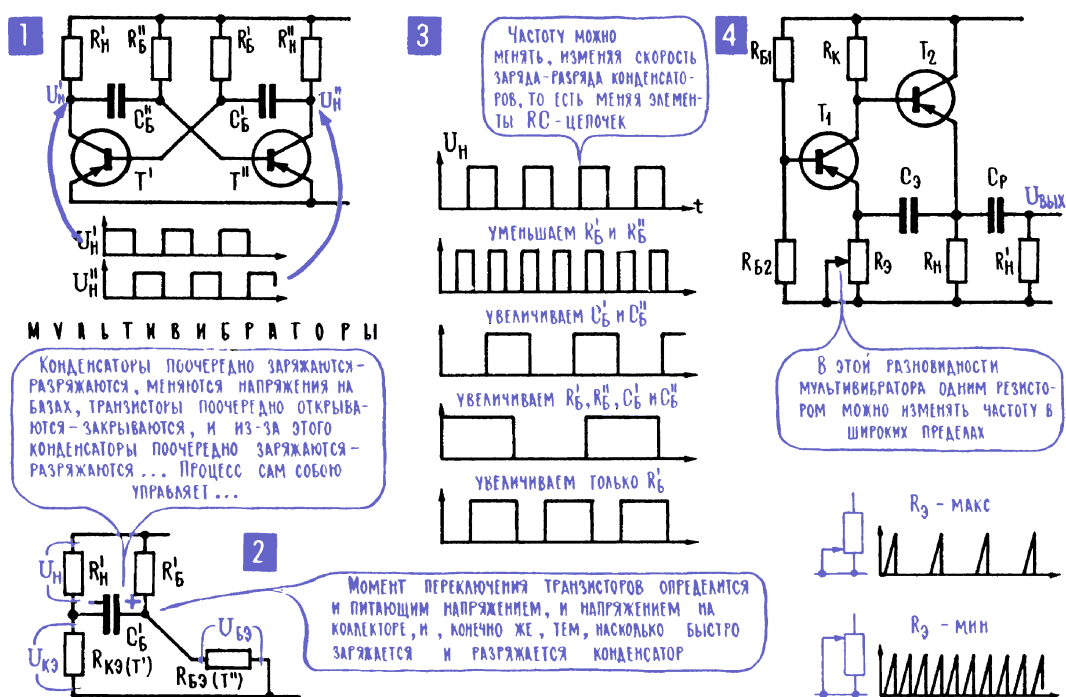

Рис. 11.4. Мультивибраторы
12. В мультивибраторе два взаимосвязанных транзистора поочередно открывают друг друга, генерируют переменное напряжение прямоугольной формы. Есть бесконтурные генераторы, работающие на совершенно ином принципе². Это прежде всего мультивибратор (рис. 11.4), в котором работают два транзистора, причем каждый из них управляет работой другого – коллектор каждого транзистора через конденсатор связан с базой своего соседа.
В бурных событиях, которые происходят в мультивибраторе, немало действующих лиц (рис. 11.4; 2). Это напряжения на базах, которые в итоге определяют коллекторные токи, а значит, и напряжения на коллекторах. Это конденсаторы C_6 и C_7 , от емкости которых зависит скорость их заряда и разряда, а значит, и время существования токов, которые влияют на режимы транзисторов. Это еще и резисторы R_6 и R_7 , которые не только определяют режимы транзисторов своими обычными методами, но еще и участвуют в заряде и разряде конденсаторов и тоже влияют на скорость этих процессов (гл. 3; 15).
13. На частоту колебаний в мультивибраторе влияют сопротивления и емкости всех его элементов. Частота переменных напряжений на выходах мультивибратора зависит от емкости конденсаторов и сопротивления резисторов, которые входят в его схему, и еще от смещения на базах, которое приходится преодолевать, чтобы запирать транзисторы. Практически изменение любого элемента схемы приводит к изменению частоты (рис. 11.4; 3) – с увеличением емкости C'_6 и C''_6 , сопротивлений $R'_н$, R'_6 и $R''_н$, R''_6 процессы заряда и разряда конденсаторов, отпирания и запираания транзисторов идут медленнее, частота мультивибратора уменьшается³. Но, конечно же, существуют определенные ограничения на выбор элементов схемы, их нельзя менять как угодно, добываясь нужной частоты. Так, например, чрезмерное уменьшение сопротивлений нагрузки $R'_н$ и $R''_н$ может настолько снизить усиление каскадов, что мультивибратор вообще перестанет работать. Срыв генерации может также произойти из-за чрезмерного уменьшения базовых резисторов R'_6 и R''_6 «минус» на базе может оказаться таким большим, что разряжающийся конденсатор не сможет его скомпенсировать, не сможет запереть транзистор.
Подбором резисторов частоту мультивибратора удастся менять в сравнительно небольших пределах, чтобы резко изменить частоту, приходится менять емкость конденсаторов. В частности, для получения очень низких частот в качестве C'_6 и C''_6 используют электролитические конденсаторы большой емкости⁴. На рис. 11.4; 4 показана одна из схем мультивибрато-
⁴ Устанавливаются положительным выводом в сторону коллектора для $n-p-n$ -транзисторов (см. рис. 11.4; 2).
Примечание редактора. Классическая схема мультивибратора на транзисторах, показанная на рис. 11.4; 1, была весьма популярна в 1960-е годы из-за своей простоты и неприхотливости. Схема отлично работает с любыми маломощными транзисторами в широких пределах емкостей конденсаторов, причем длительности полупериодов здесь настраиваются совершенно независимо друг от друга. Главное условие стабильной работы – соотношение токов в базе и коллекторе не должно превышать справочного коэффициента усиления (что равносильно условию $R_{\text{б}}/R_{\text{н}} < \beta$), наименьшая длительность каждого полупериода обуславливается частотными свойствами выбранных транзисторов ($f_{\text{гр}}$), наибольшая – токами утечки базового перехода. Однако у этой схемы есть один принципиальный недостаток: на базах при каждом переключении происходит обратный выброс напряжения, по амплитуде равный напряжению питания, но имеющий противоположный знак (подробности см. в [1], раздел 6.2.3). Многие германиевые транзисторы, популярные в те годы, имели пробивное напряжение эмиттерного перехода $U_{\text{бэ,доп}}$, равное или сравнимое с максимальным значением коллекторного напряжения $U_{\text{кэ,доп}}$ (хотя тоже далеко не все). Однако для подавляющего большинства кремниевых транзисторов $U_{\text{бэ,доп}}$ равно 5 В, лишь для немногих типов повышаясь до 6 (например, старинный КТ315) или до 7 В (в основном для некоторых мощных транзисторов). Иными словами, для современных транзисторов схема по рис. 11.4; 1 применима лишь при напряжениях питания не более 5 В.